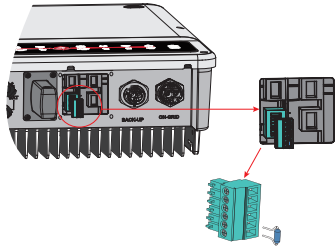

Abb. 29
1. Ziehen Sie den 6-poligen Stecker ab, um legen Sie darauf befindlichen den Widerstand frei (Abb. 29).